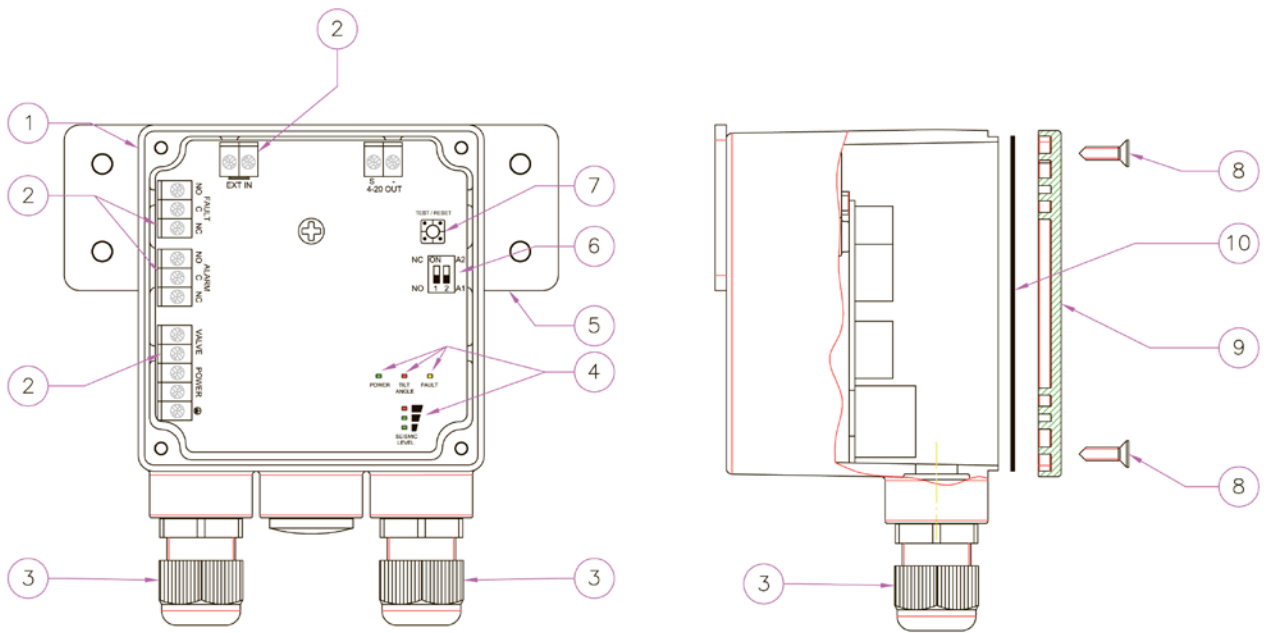

Рис.1
Сенсор (рис. 1) состоит из: пластмассовый корпус (1); контакты (2); кабельные вводы (3); индикаторы (4); кронштейн крепления сенсора (5); DIP переключатель (6); кнопка «ТЕСТ/СБРОС» (7); винты крепления крышки корпуса (8); крышка корпуса (9); резиновое уплотнение.